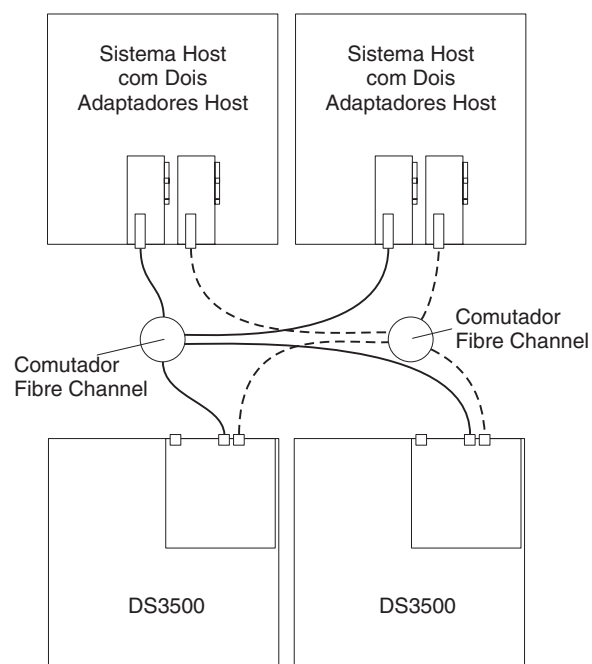

Figura 3-48. Exemplo de Dois Subsistemas de Armazenamento em um Ambiente SAN Fibre Channel Duplo
- Dois subsistema de armazenamento em uma configuração de malha SAN dupla, conforme mostrado na Figura 3-48 na página 3-40
Na Figura 3-48, os comutadores Fibre Channel não são conectados juntos. Cada comutador forma sua própria malha SAN.